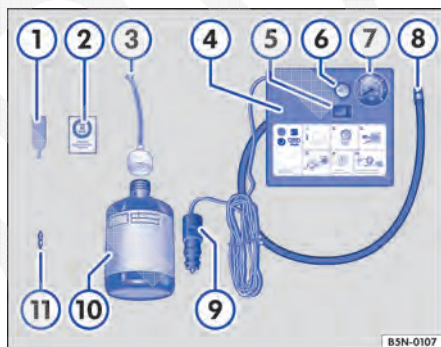

Fig. 279 Representação esquemática: componentes do kit de reparo dos pneus.
O kit de reparo dos pneus encontra-se no compartimento de bagagem sob o revestimento do assoalho. Ele é composto pelos seguintes componentes → Fig. 279:
13. Colar a etiqueta adesiva → Fig. 279 ② do kit de reparo dos pneus no campo de visão do condutor no painel de instrumentos.
- Com a chave para remoção do elemento da válvula → Fig. 279 ①, desenroscar o elemento da válvula da válvula do pneu e colocá-lo sobre uma superfície limpa.
- Agitar a garrafa para enchimento dos pneus → Fig. 279 ⑩ algumas vezes com força.
- Rosquear a mangueira de enchimento → Fig. 279 ③ com firmeza no sentido horário sobre a garrafa para enchimento dos pneus. A película na tampa é perfurada automaticamente.
- Remover a vedação da tampa da mangueira de enchimento → Fig. 279 ③ e introduzir a extremidade aberta totalmente na válvula do pneu.
- Rosquear novamente o elemento da válvula com a chave para remoção do elemento da válvula → Fig. 279 ① na válvula do pneu.
- Rosquear a mangueira de enchimento dos pneus → Fig. 279 ⑧ do compressor de ar com firmeza na válvula do pneu.
- Verificar se o parafuso de sangria de ar → Fig. 279 ⑥ está fechado.
- Encaixar o conector do cabo → Fig. 279 ⑨ em uma tomada 12 V do veículo → Página 300.
- Ligar o compressor de ar com o interruptor LIGA-DESLIGA → Fig. 279 ⑤.
- Deixar o compressor de ar funcionar até atingir 2,0 – 2,5 bar (29 – 36 psi / 200 – 250 kPa) → **▲. Tempo de funcionamento máximo de 8 minutos** → ⑩.
Reconectar a mangueira de enchimento dos pneus → Fig. 279 ⑧ e ler a pressão dos pneus no manômetro de pressão dos pneus ⑦.